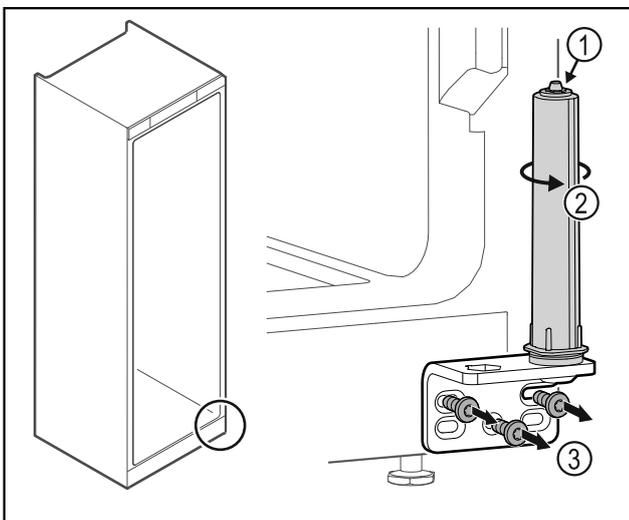

Fig. 31
- ▶ Türschließsystem nicht zerlegen Fig. 31 (1).
- ▶ Schließsystem Fig. 31 (2) drehen, bis es klickt.
- ▶ Scharnierwinkel Fig. 31 (3) abschrauben.